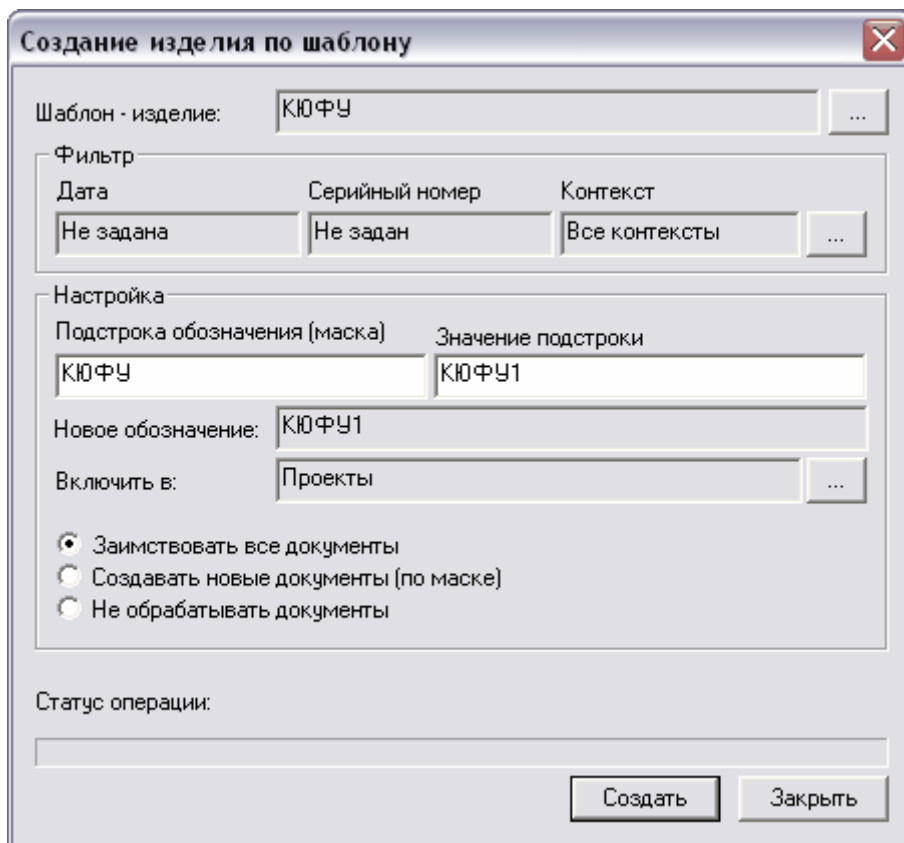

Рис. 54
3. В появившемся окне **Создание изделия по шаблону** установите необходимые параметры (Рис. 54).